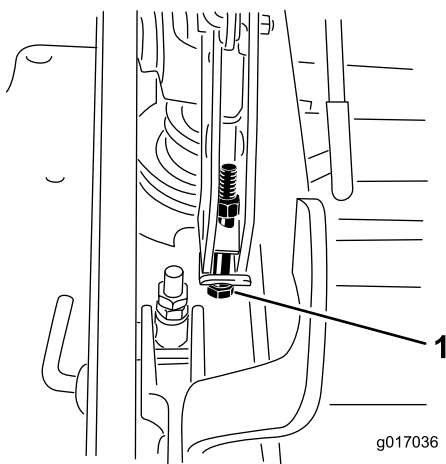

**Figura 95**
12. Para ajustar um sistema de ponto único, desaperte os dois parafusos na parte inferior da placa da altura de corte. Consulte a Figura 95.
14. Aperte os dois parafusos na parte inferior da placa da altura de corte (Figura 95). Aperte com 37-45 N-m.